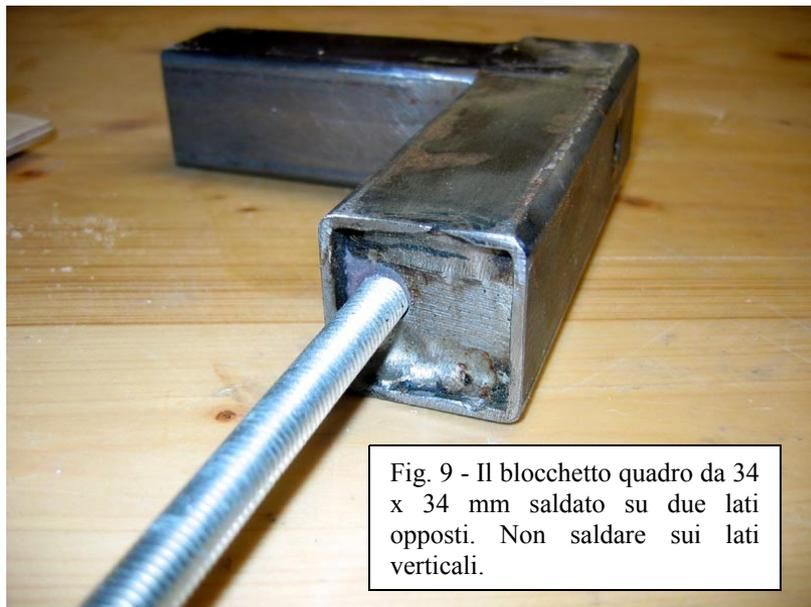

Fig. 9 - Il blocchetto quadro da 34 x 34 mm saldato su due lati opposti. Non saldare sui lati verticali.
7. Prendete i 4 pezzi di tubo da 145 mm (par. 2.), inserite il blocchetto quadro da 34 x 34 mm (par. 5.), posizionate a circa 5 mm dal bordo e saldate come mostrato in fig. 9;